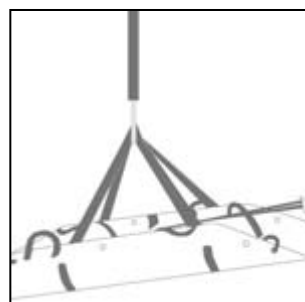

Fig. 11
- Verifique que as 4 pontas dos 2 cintos têm o mesmo comprimento e fixe-os à fivela (fig. 11).